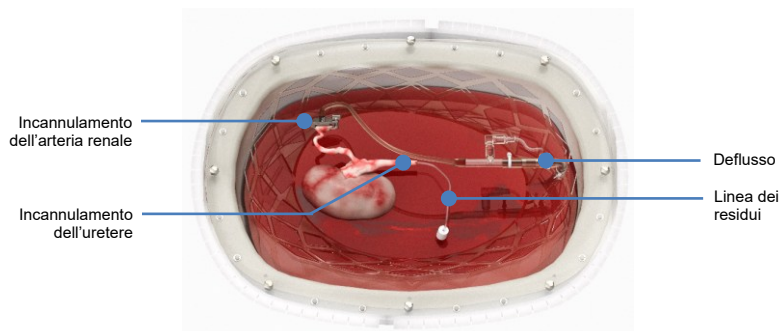

Figura 25: Incannulamento del rene
- Rimuovere l'ossigenatore dal supporto (Figura 7, voce 37) e inclinarlo in modo che il connettore di uscita dell'acqua, identificato dalle bolle d'aria che si allontanano dall'ossigenatore, sia posizionato sopra rispetto al connettore di ingresso dell'acqua (vedere la Figura 25). Ciò consente all'aria intrappolata di risalire nei tubi termici. Evitare di piegare i tubi termici per non limitare il flusso. Non tirare il cavo del sensore di temperatura. Se necessario, rimuovere temporaneamente il sensore di temperatura dall'ossigenatore per facilitare l'inclinazione.